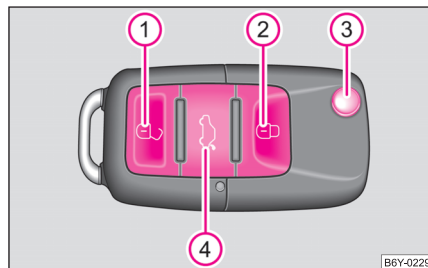

Fig. 26 Cheie cu semnal
- Apăsați tasta  cca. 1 sec. ⇒ pagina 38, fig. 26.